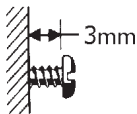

Figura 2
- Fissare la vite da 32mm fornita in dotazione nella parete lasciando sporgere la testa di 3 mm dal muro (Figura 2).